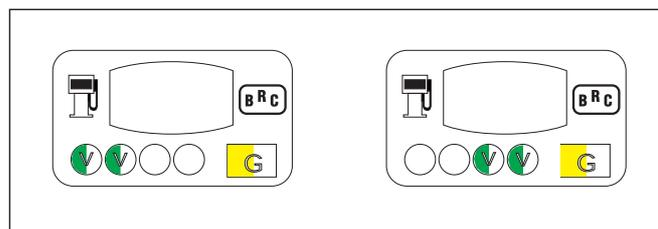

Fig. 29
- Se la fase di taratura del segnale lambda ha esito positivo, il LED BICOLORE diventa giallo lampeggiante e ne segnala la conclusione (fig. 29).